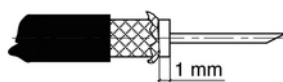

Fig. 4
- Rabattre d'un millimètre la tresse afin de découvrir une partie du diélectrique. Cette phase est importante, si elle est mal effectuée, il y aura des court-circuits. (Fig. 4)